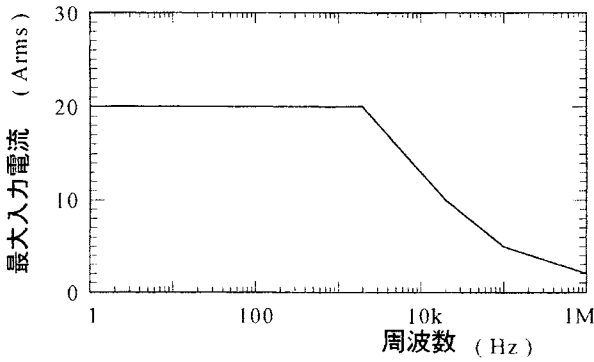

図2. 最大入力範囲
- ・最大入力範囲を超える電流を入力しないでください。最大入力範囲は測定電流の周波数によって異なります。(図2参照)
連続最大入力範囲： 20A （図2参照）